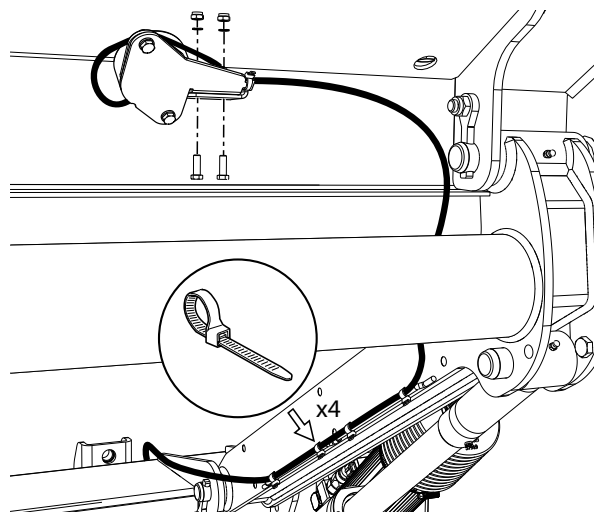

Bild 56. Montering vinkelgivare
1. Montera vinkelgivaren på plattformen, använd medföljande skruvar, muttrar och brickor och fäst kabeln med buntband, se Bild 56.